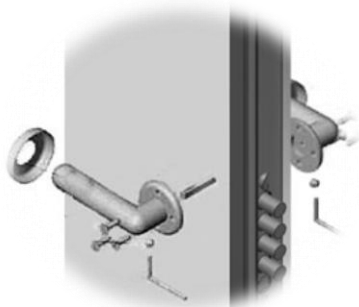

Fig. d0
- Montare la maniglia, il cilindro e le placchette come indicato in fig. d0
- Fit the handle, the cylinder and the plates as shown in fig. d0.
- Monter la poignée, le cylindre et les plaquettes comme l'indique la fig. d0.